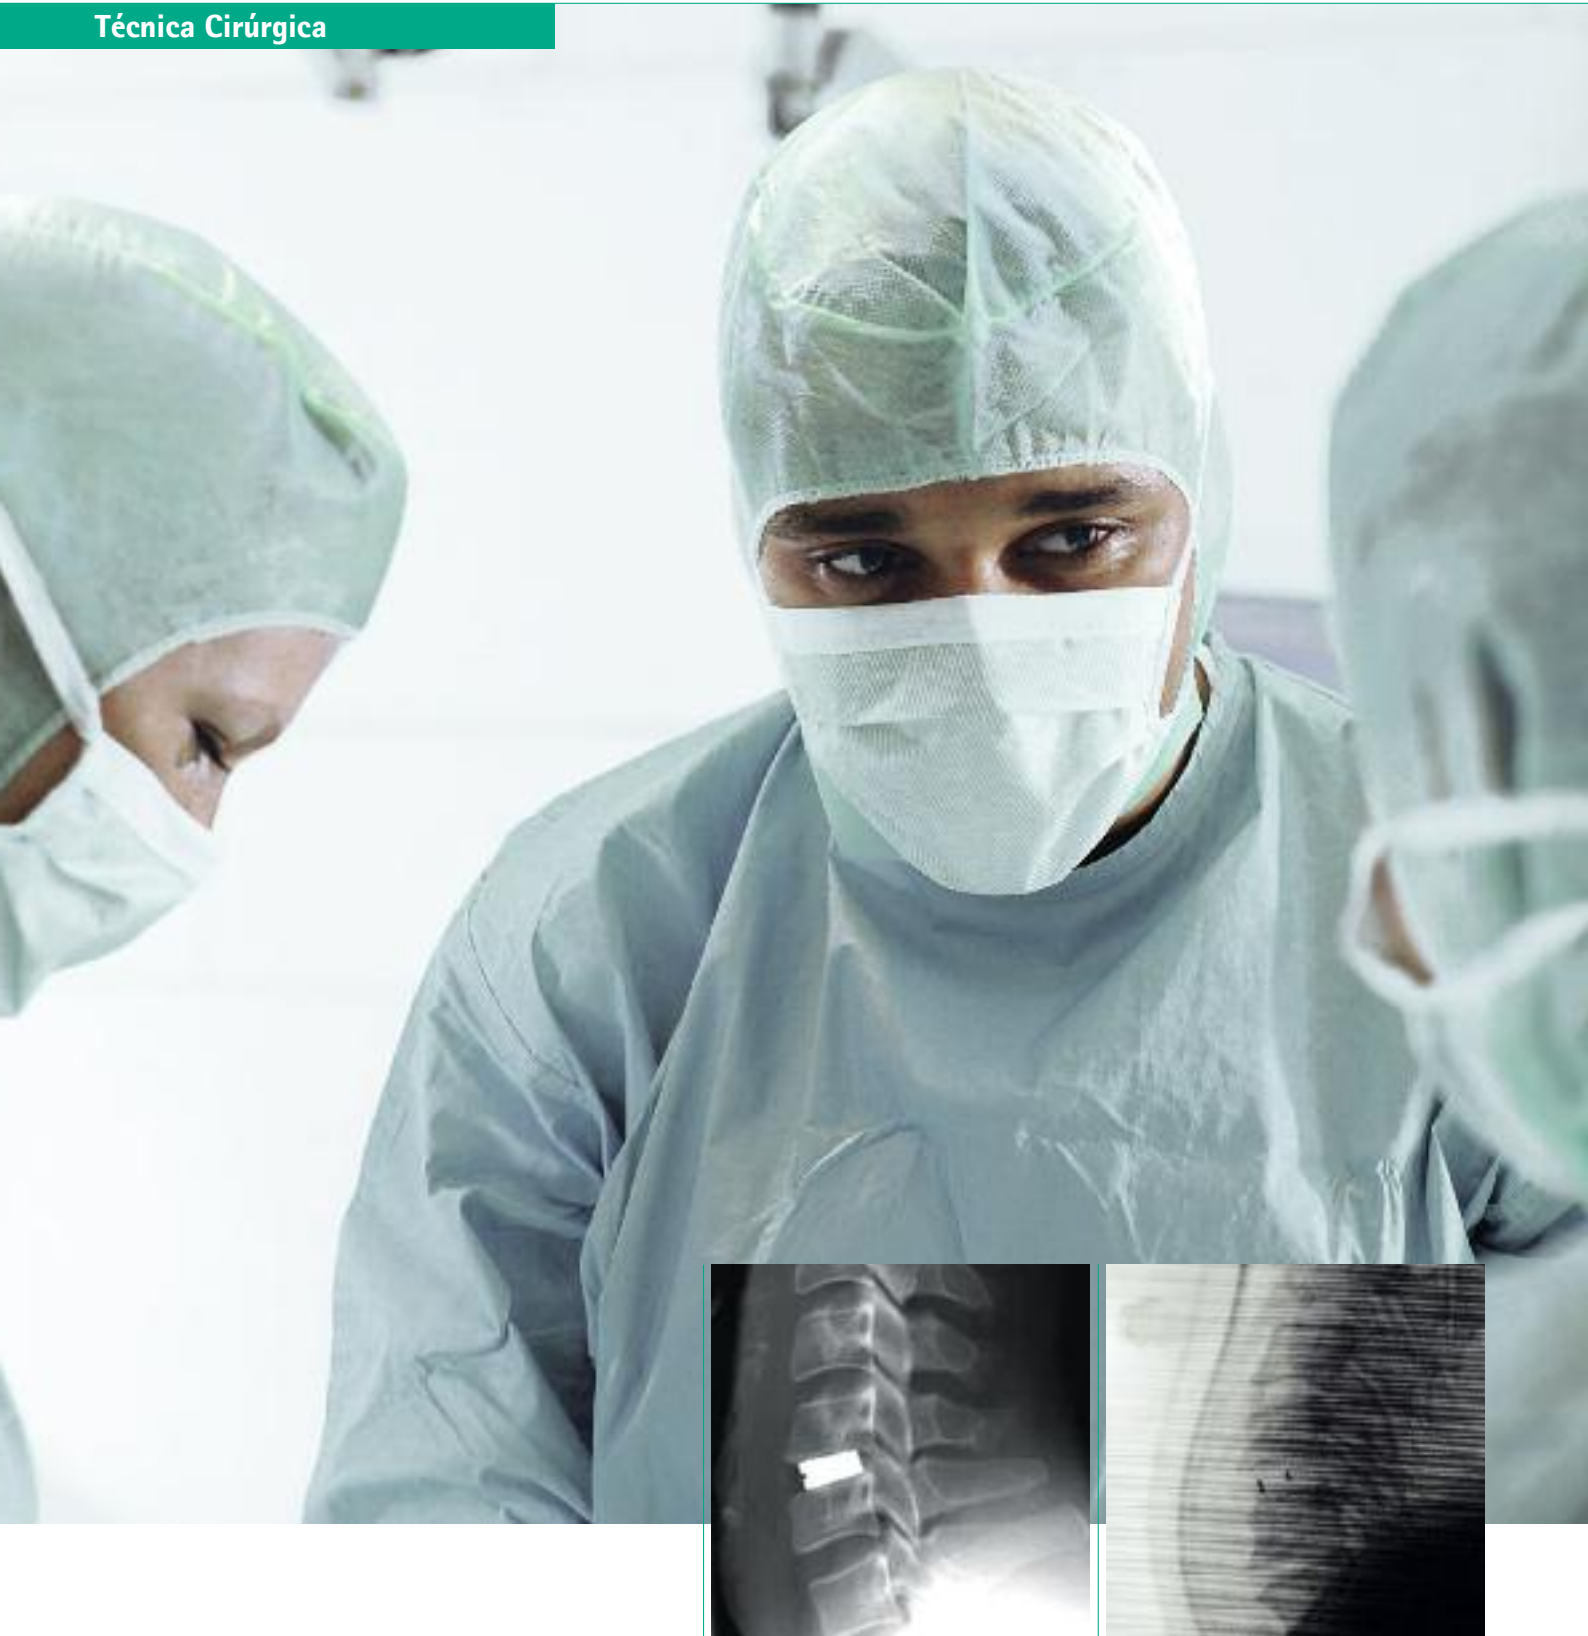

Fig. 1
- O paciente é colocado em decúbito ventral com a cabeça ligeiramente reclinada e apoiada em uma cabeceira com uma depressão ou anelada. Somente a coluna cervical lordótica tem suporte, o tórax pode estar posicionado sobre um travesseiro para enfatizar a reclinção da coluna cervical (Fig. 1).